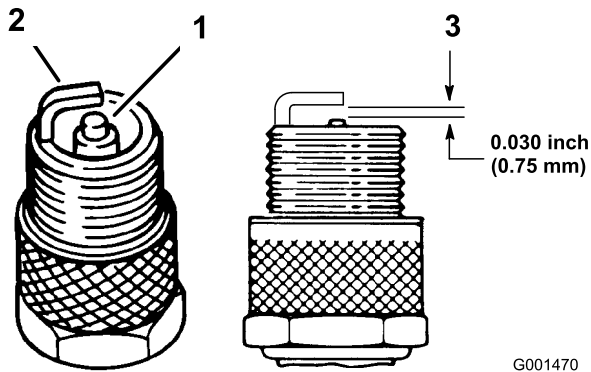

Figura 30
1. Mire la parte central de las bujías (Figura 30).
3. Compruebe la separación entre los electrodos central y lateral (Figura 30).
Nota: Si la distancia no es correcta, doble el electrodo lateral (Figura 30).
3. Conecte los cables a las bujías (Figura 30).